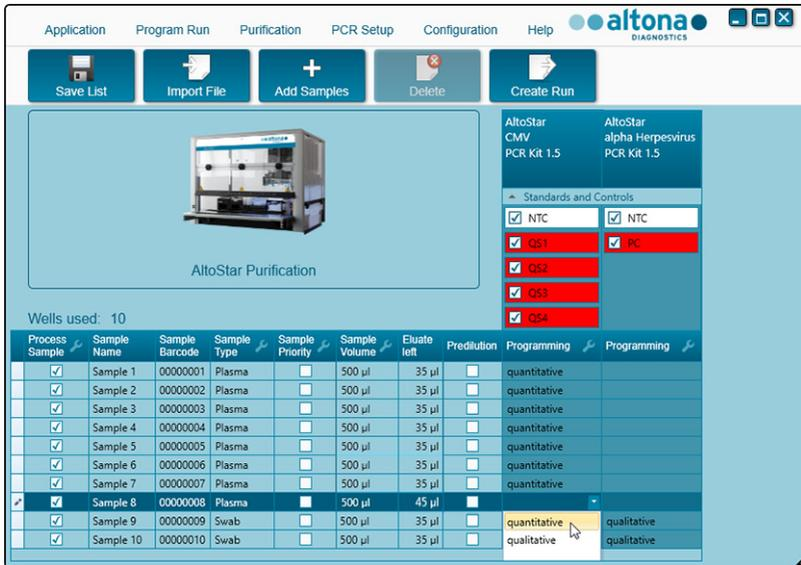

Abb. 9: Programmiersicht: PCR-Assay-Zuweisung
11. Wenn Sie einen automatisierten PCR-Setup-Lauf verwenden, nehmen Sie die Zuweisung geeigneter Assays zu den einzelnen Proben vor, indem Sie auf die Zelle klicken, die sowohl zu der Zeile der betreffenden Probe gehört als auch zu der Spalte für den betreffenden Assay (siehe Abbildung 9). Genauere Informationen hierzu finden Sie in der jeweiligen Gebrauchsanweisung der Altona Diagnostics Kits und der Reagenzien, die für die Verwendung mit dem AltoStar® Purification Kit 1.5 spezifiziert sind.
- Über der Probentabelle in der Programmieransicht (siehe Abbildung 9) wird **Wells used** (Belegte Wells) angezeigt, wo die Anzahl der Prozessplatten-Wells angezeigt wird, die für die Verarbeitung der aktuell in der Spalte **Process Sample** (Probe verwenden) mit einem Häkchen markierten Proben benötigt werden.